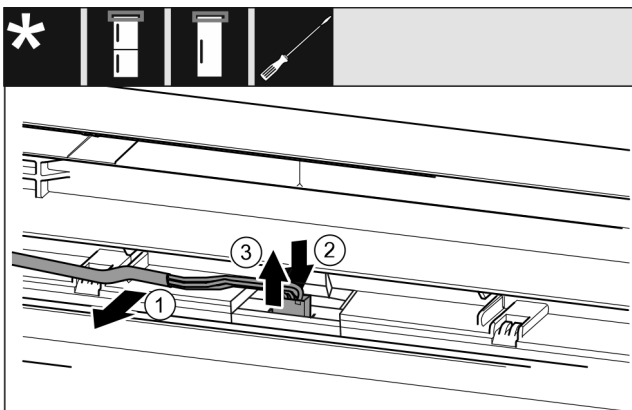

Fig. 14 Kombinimet ftohës-ngirës / Frigoriferët ngirës / Frigoriferët ftohës
- Lironi me kujdes kabllon Fig. 14 (1) ngjyrë gri nga udhëzuesi te dera.
- Shtypni për poshtë gjuhëzën Fig. 14 (2) prapa spinës.
- Nxirrni jashtë me kujdes spinën Fig. 14 (3) nga lart.